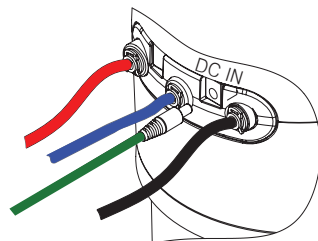

Рис. 12
- Вставьте вилку блока питания в розетку, а штекер, идущий от блока питания, – в разъем на DWM-203 (рис. 12).